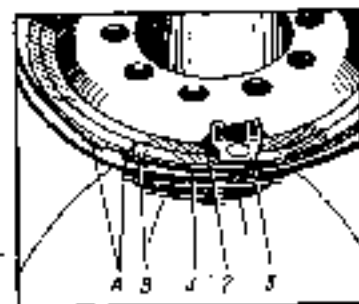

Bild 89. Lage des Schloßringes und des äußeren Bordringes am Rad 254I-508
falm befestigt wird. Der geschlitzte Schloßring 2 (Bild 89) wird an der Felge derart angebracht, daß der Begrenzungsbock in den Schlitz gerät und der Vorsprung B an der Kante des Schloßringes in eine der Nuten A am Bordring 1 einrastet. Die Gummidichtung wird auf das Schlauchventil aufgesetzt und zusammen mit demselben in die Ventillut der Felge
5. Den Bord- und den Schloßring anbringen, wie im Bild 89 gezeigt ist.